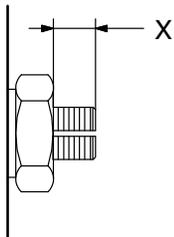

Fig. 5-16
4. **Válvula mecânica de regulação de pressão:** Meça e anote a profundidade de aparafusamento (fig. 5-16: dimensão X) do parafuso de ajuste. Deste modo é possível reproduzir a profundidade de aparafusamento. Depois feche a válvula de regulação de pressão.